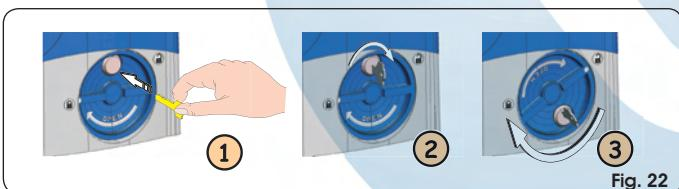

Fig. 22
1. Steek de speciale bijgeleverde sleutel in het slot Fig. 22 Ref. ①, en draai hem met de wijzers van de klok mee zoals aangegeven in Fig. 22 Ref. ②.
2. Draai het ontgrendelingsmechanisme ongeveer 180° met de wijzers van de klok mee, zoals aangegeven in Fig. 22 Ref. ③.